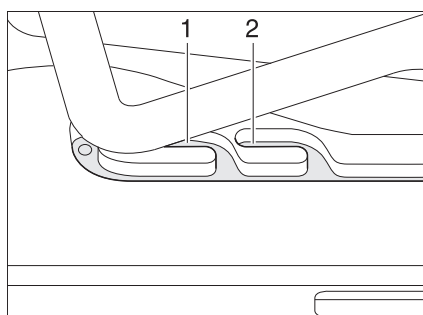
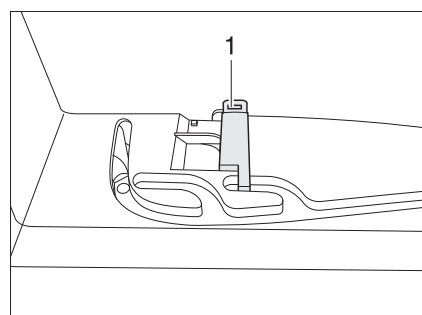

Fig. 47 Lanterneau Heki en position de ventilation
Fig. 48 Verrouillage position de ventilation
Il est possible d'amener le lanterneau Heki en deux positions de ventilation : Position pour mauvais temps (Fig. 47,1) et position intermédiaire (Fig. 47,2). Suivant le modèle, il est possible de verrouiller le lanterneau en position intermédiaire avec le verrou (Fig. 48,1).
- Pousser légèrement l'étrier vers le haut, le pousser dans la glissière choisie (Fig. 47,1 ou 2) et le verrouiller si nécessaire.